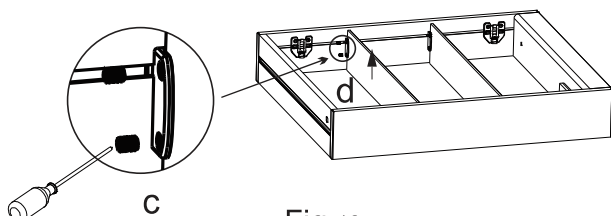

Fig.13
4.2.Retire los 4 tornillos (c) de los soportes de la balda y retire el cristal de la balda (d), fig. 13.